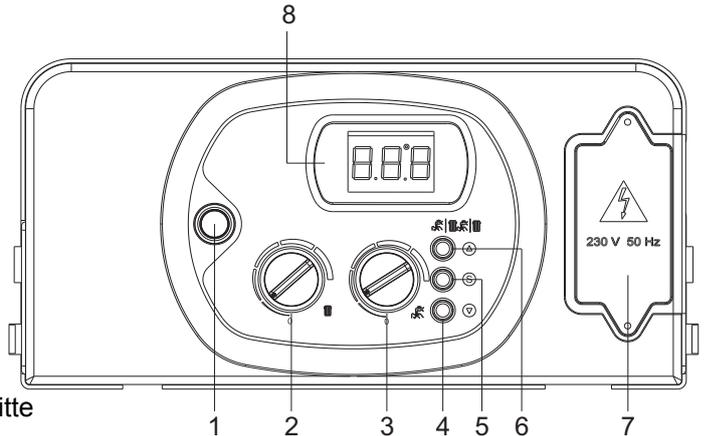

Abb. 1
- den Hauptschalter 1 (Abb. 1) auf Position "ON" hineindrücken;
- mit dem Knopf 6 (Abb. 1) durch Drücken die Betriebsart SOMMER  , bei HSP in Funktion nur mit optionalem Speicher, oder WINTER  wählen
- das Symbol der Betriebsart wird am Display 8 (Abb. 1) angezeigt.
- bei fehlerhafter Flammenbildung wiederholt das Gerät 3 x den Zündvorgang, bevor eine Störabschaltung mit der Fehlermeldung "E 01" (Zündfehler) erfolgt. Wenn dies der Fall ist, drücken Sie den Hauptschalter 1 (Abb. 1) auf Position "OFF"; ca. 5 Sekunden warten und dann den Hauptschalter 1 (Abb. 1) wieder auf Position "ON" hineindrücken. Mehr Informationen dazu im Kapitel "STÖRUNGMELDUNGEN und STÖRUNGSBEHEBUNG" (Seite 33).